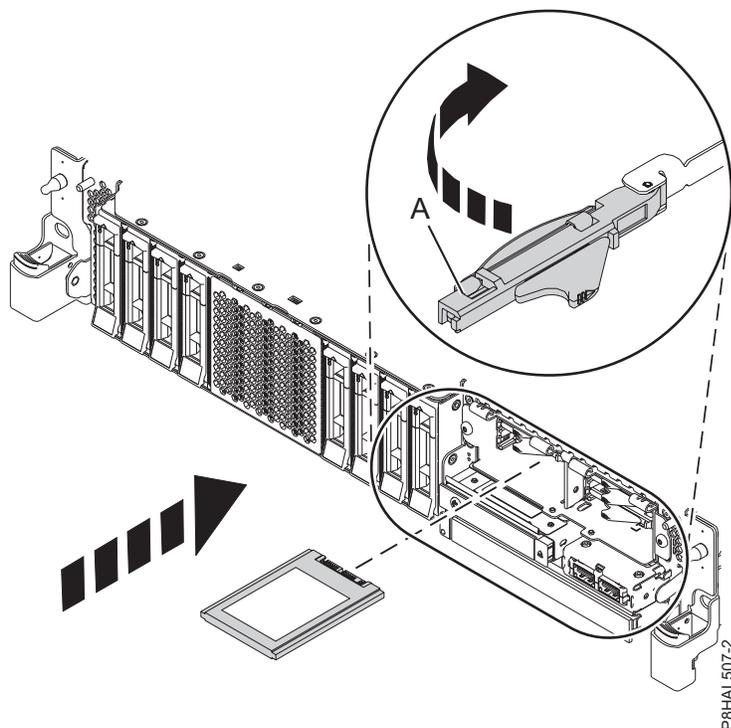

Figura 16. Instalación de una SSD en un sistema de función ampliada
15. Con el asa de la bahía de unidad SSD (A) en la posición de desbloqueo, tire de la palanca hacia afuera para acceder a los rieles de guía de la ranura de SSD. Sostenga la SSD por la parte inferior mientras la alinea con los rieles de guía de la ranura de SSD. Consulte la Figura 16 en la página 21.
19. Bloquee la unidad girando el asa de la bahía (A) en la dirección que se muestra en la Figura 16 en la página 21.